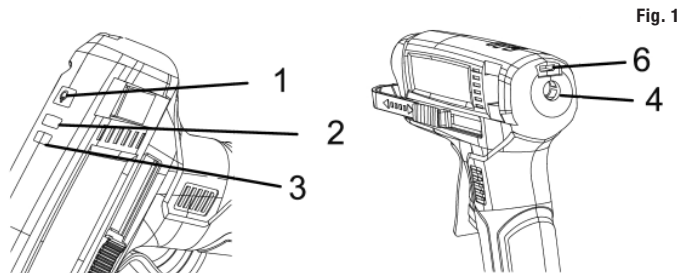

Fig. 1
Legende (Fig. 1)
2. Die rote LED (Pos. 2, Fig. 1) leuchtet während des Ladevorgangs. Das Aufleuchten der grünen Batterieleuchte Pos. 3 (Fig. 1) signalisiert, dass der Ladevorgang abgeschlossen und der Akku voll geladen ist. Der Vorgang dauert etwa 1 h.
1. Gerät durch langes Drücken (min. 3 Sekunden) der Taste Pos. 1 (Fig. 1) einschalten. Die LED Pos. 2 und 3 leuchten rot, bzw. grün.
7. Zum Ausschalten der Akku-Heißklebepistole, drücken Sie den Ein/Ausschalter (Pos. 1, Fig 1), bis die rote LED (2) erlischt.